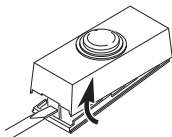
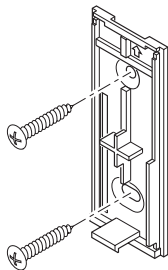

Figure 6
Figure 7
1. Retirez la languette orange de la pile du bouton-poussoir. Ôtez la partie arrière du boîtier en enfonçant la patte du bas au moyen d'un petit tournevis (voir la Figure 6). Retirez la languette orange.
- **Au moyen de vis :** Pour faire l'installation avec les vis, enlevez le dos du boîtier en poussant sur les agrafes de la base avec un tournevis (voir la Figure 6). *Remarque* : Enlevez les débris des trous de vis (au besoin) avant d'installer les vis. Fixez le dos du boîtier au chambranle ou au mur (voir la Figure 7). Enclenchez la partie avant de l'unité de bouton-poussoir en place.